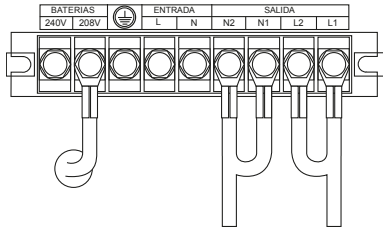

Figura 4-5 Modo para cableado de salida de 120 V
1. Conexión de salida 120 VCA: Una el N1 con el N2, de la misma forma una el L1 con el L2 y luego conecte L1 con N2. (Figura 4-5)